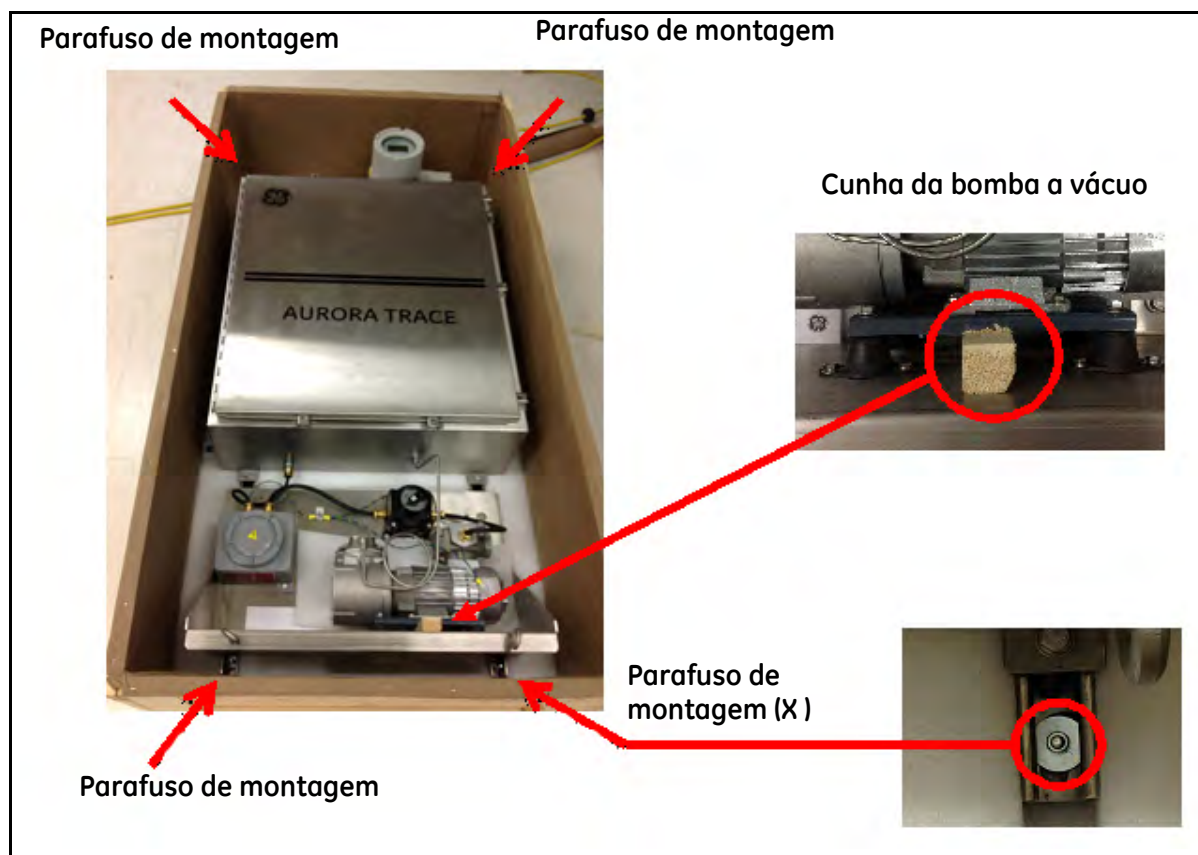

Figura 2: O Aurora Trace montado na base com a tampa da caixa removida
1. Remova os quatro parafusos de montagem nas duas extremidades dos trilhos de montagem (veja a Figura 2 na página 8).
2. Remova a cunha da bomba a vácuo, que é usada para restringir o movimento da bomba durante o transporte (veja Figura 2 na página 8).